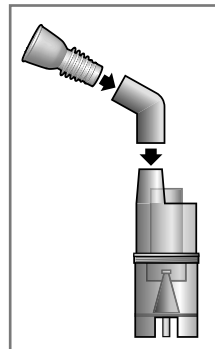

Рис. 2
- Присоедините мундштук для ингаляции к разьему в верхней части небулайзера (рис. 2). В зависимости от типа ингаляции, используйте либо мундштук, либо насадку для носа, либо маску. Небулайзер держите вертикально или присоедините к корпусу прибора с помощью углового держателя.